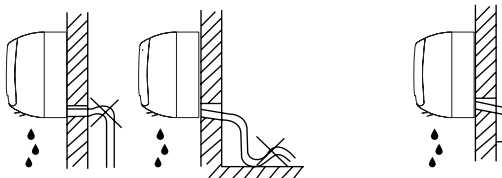

Рис. 5
1. Проведите дренажный шланг с уклоном наружу. Не допускайте ошибок, показанных на рис. 5.